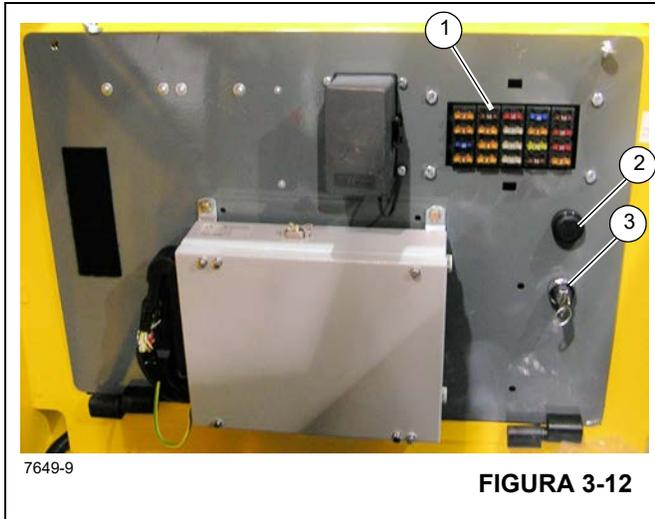

Figura 3-12 - Números de artículos
El sistema de carga de los cilindros telescópicos funciona automáticamente y no requiere de ninguna acción del operador. El indicador se ilumina en color ámbar y el zumbador suena (2) (Figura 3-12) cuando la pluma se eleva por encima de 35° y el sistema de carga de los cilindros telescópicos no funciona correctamente. Si el zumbador suena y el indicador se ilumina, el operador debe extender ligeramente la pluma para cargar manualmente los cilindros telescópicos, detener el funcionamiento y hacer que se realicen las reparaciones necesarias al sistema.
El tablero de fusibles (1) (Figura 3-12) se encuentra detrás del asiento de la cabina en el conjunto de tablero de relés y fusibles de la cabina. Contiene 20 fusibles que protegen los diversos componentes eléctricos de la grúa.
El interruptor de anulación de emergencia del RCL (3, Figura 3-12) es un interruptor accionado con llave que se encuentra dentro de la cabina del operador, en el conjunto del tablero, detrás del asiento del operador. Cuando se acciona (en sentido horario), el interruptor anula y evita que el RCL bloquee las tres funciones de la grúa (bajada de la pluma, extensión del mecanismo telescópico y elevación del malacate), lo que ocasionaría una condición de sobrecarga o de contacto entre bloques.